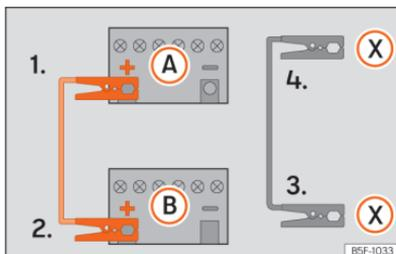

Fig. 193 Esquema de ligação para veículos com sistema Start/Stop.
Os cabos de arranque apenas se deverão ligar seguindo a ordem 1 > 2 > 3 > 4 »» Fig. 193.
Nos veículos com sistema Start-Stop: ligue uma extremidade do cabo preto de emergência (X) a um terminal de massa adequado, a uma peça de metal maciça que esteja aparafusada ao bloco do motor ou ao próprio bloco do motor »» Fig. 193.
5. Ligue a outra extremidade do cabo preto de emergência (X), no veículo com a bateria descarregada, a uma peça de metal maciça que esteja aparafusada ao bloco do motor ou ao próprio bloco do motor, mas o mais afastado possível da bateria A.